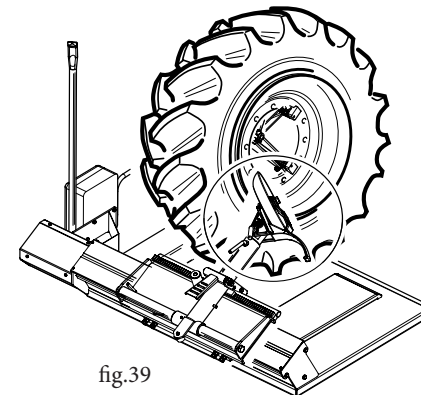

fig.39
N.B.: Durante l'operazione di sgonfiaggio del pneumatico sistemare l'utensile stallonatore davanti alla ruota (fig.39) evitando (così) eventuali danni provocati dallo sganciamento accidentale dell'anello di bloccaggio
N.B.: When deflating tyres position the bead breaking tool in front of the wheel (fig. 39) to avoid possible damage caused by the accidental slipping of the locking ring.
N.B. Pendant l'opération de dégonflage du pneu placer l'outil détalonneur devant la roue (Fig. 39) pour éviter les éventuels dommages provoqués par le décrochage accidentel de la bague de blocage.
Beachten Sie bitte: Während des Luftablassens das Wulstabdrückgerät vor dem Rad aufstellen (Abb. 39), um dabei eventuelle Beschädigungen zu vermeiden, die durch das unvorhergesehene Ablösen des Blockierrings verursacht werden könnten.
N.B: Cuando se va a deshinchar el neumático, colocar el destalonador delante de la rueda (Fig. 39) evitando los eventuales daños procedentes del desenganche accidental del anillo de bloqueo.